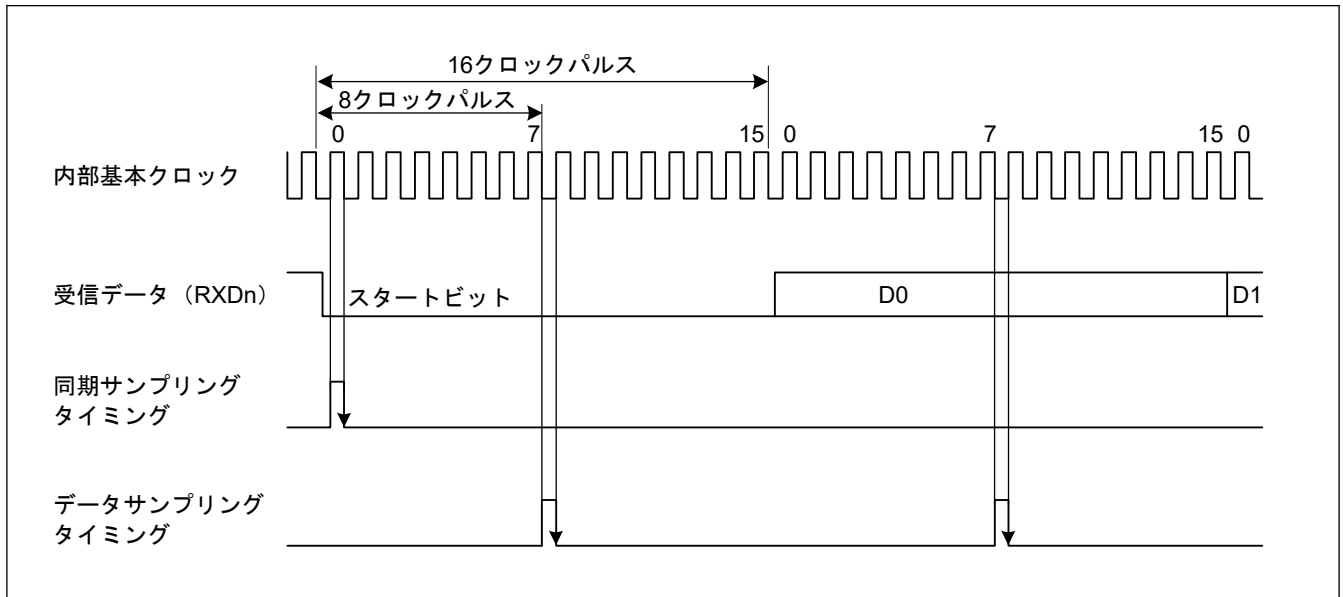

図 25.3 調歩同期式モードでの受信データサンプリングタイミング
また、図 25.3 に示すように、受信データは基本クロックの 8 パルス目^(注1)の立ち上がりエッジでサンプリングされるため、各ビットの途中でデータが取り込まれます。調歩同期式モードでの受信マージンは以下の式 (1) のように表すことができます。